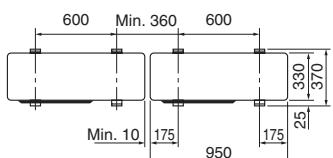

Fig. 3-1
- * Bien installer l'appareil sur une surface solide et de niveau, de façon à éviter tout bruit de crécelle pendant le fonctionnement. (Fig. 3-1)